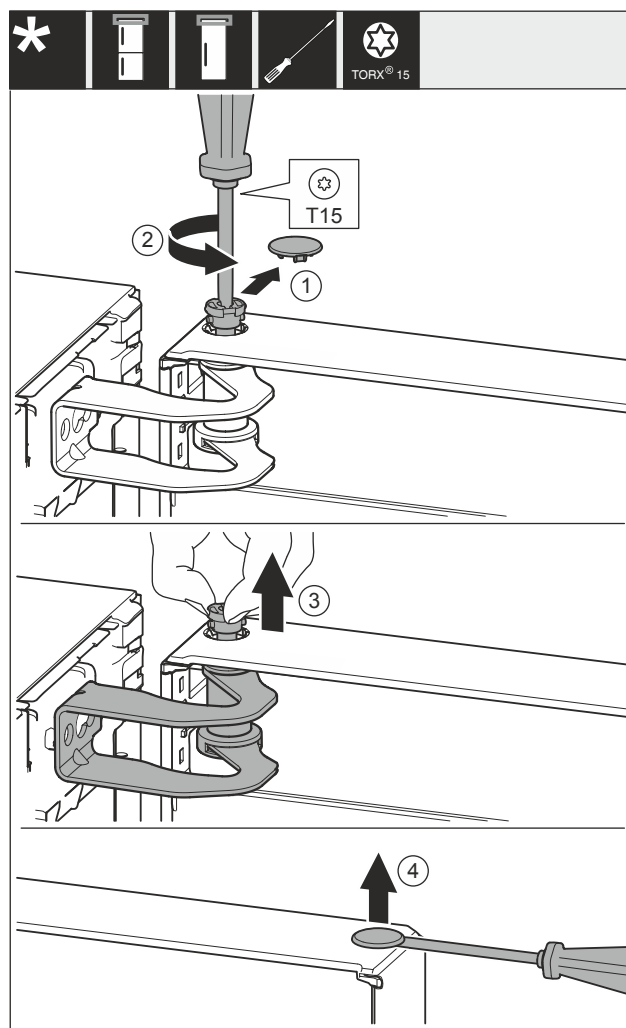

Fig. 13
- Осторожно снимите крышку Fig. 13 (1).
- Немного выкрутите палец Fig. 13 (2) отверткой.
- Вручную вытяните палец Fig. 13 (3).
- Осторожно приподнимите крышку Fig. 13 (4) отверткой и снимите ее.